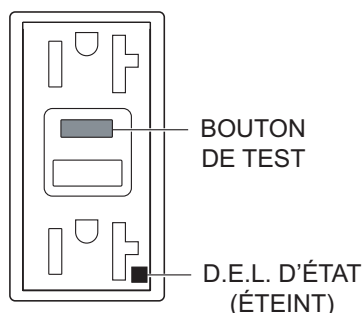

Figure 74. Réceptacle GFCI (OFF)
- Appuyez sur le **bouton TEST** (Figure 74) sur le réceptacle GFCI et vérifiez que le voyant d'état **S'ÉTEINT**.